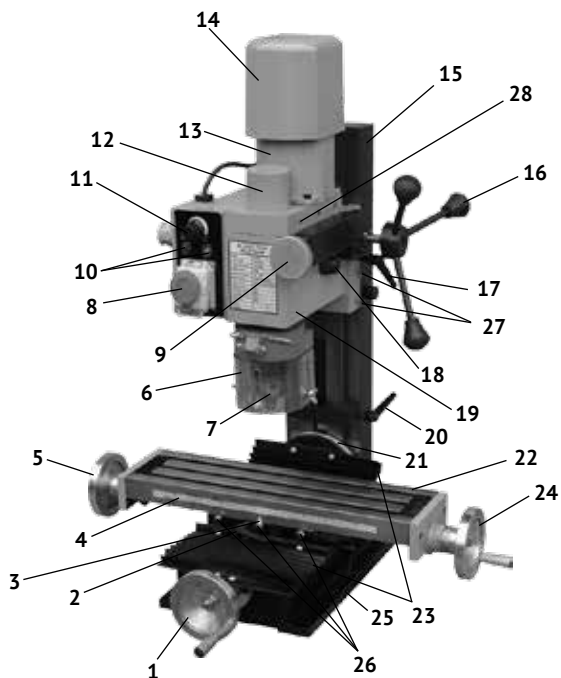

рис. 1
4.1 Общий вид станка представлен на рис.1
4.2 Основные узлы станка: рабочий стол, стойка со шпиндельной головкой (двигатель, редуктор, шпиндель с патроном, блок электрики и органы управления) закреплены на чугунной станине (рис.1 поз.25). Крутящий момент с якоря электродвигателя передаётся шестерёнчатым редуктором на шпиндель станка.
Выключатель (рис.1 поз.8) расположен на передней панели блока электрики. Он имеет две кнопки: зелёная с символом «I» - включение (ON) двигателя, и красная с символом «O» - выключение (OFF) двигателя (стандарт МЭК 60417).
- рычаг переключения диапазонов скоростей (рис.1 поз.18) в положение «низкая» - «L»;
- повернуть ручку потенциометра (рис.1 поз.11) в крайнее левое положение;
- нажать красную кнопку «O» магнитного пускателя (рис.1 поз.8);
шестерня. Рычаг (рис.1 поз.18) переключения диапазонов: Н – высокий, L – низкий, расположен на правой стенке шпиндельной головки.
Индикаторы (рис.1 поз.10) информируют оператора о подключении к сети питания и включении двигателя.
Ручка потенциометра (рис.1 поз.11) поворотом по часовой стрелке, включает двигатель (включение/отключение с характерным щелчком) и плавно регулирует обороты шпинделя в установленном диапазоне.
- Установите на маховики подачи и фиксации (рис.1 поз.1, 5 и 24) ручки из комплекта поставки.
- ослабьте три винта (рис.1 поз.26) и контргайки направляющего клина равномерно. Закручивая винты прилагать одинаковый крутящий момент к каждому винту, при этом необходимо удерживать рабочий стол (рис.1 поз.23). Проверьте с помощью осторожного поворота маховика продольной подачи плавность и равномерность продольного перемещения рабочего стола;